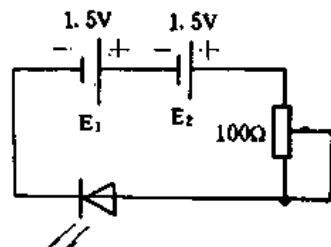

图 6-35 用干电池检查发光二极管
(1)外观判断极性。对于一些老式发光二极管,其管子有金属管座,管侧有一突起耳朵,靠近耳朵的电极便是正极;对于新式发光二极管,是用透明或半透明的环氧树脂封装制成的,环氧树脂起放大和聚焦作用,这种发光二极管的电极引脚长者为正;无论什么形状的发光二极管,在其两个引线的内部分别有两个金属片,观察其大小,大的金属片(小平台状)为负极,小的为正极;如图 6-35 所示,可以利用干电池或稳压电源供电,检查发光二极管的正负极和发光情况,为避免烧坏管子,应在电路中串联一只  $100\Omega$  左右电位器加以限流,并且外加电压要控制在  $3V$  左右为宜。